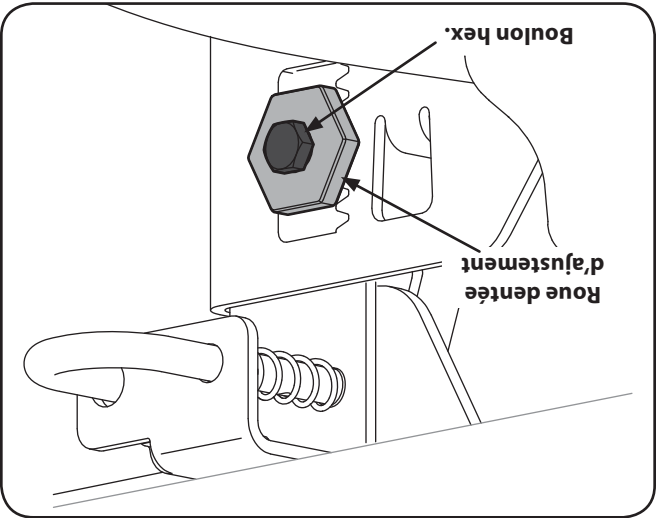

Figure 6-4
4. Utilisez une clé pour relever ou abaisser le côté gauche du plateau de coupe en tournant la roulette de réglage. Voir la Figure 6-4.